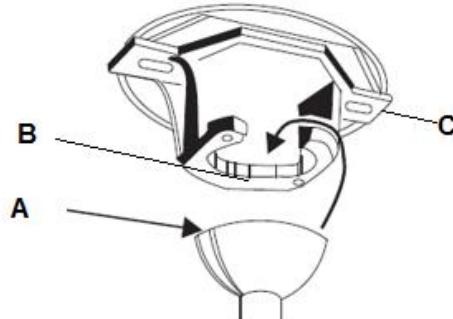

Fig. 9
4. **Fissare il gruppo ventilatore completo sul supporto. (Sezione "Fissaggio del ventilatore" e Fig. 9)**
FISSAGGIO DEL VENTILATORE (Fig. 9)
Sollevare il gruppo ventilatore sul supporto. Assicurarsi che la fessura (A) del giunto sferico sia posizionata sul perno (B) del supporto (C) per evitare che il ventilatore ruoti durante il funzionamento. (Fig. 9)